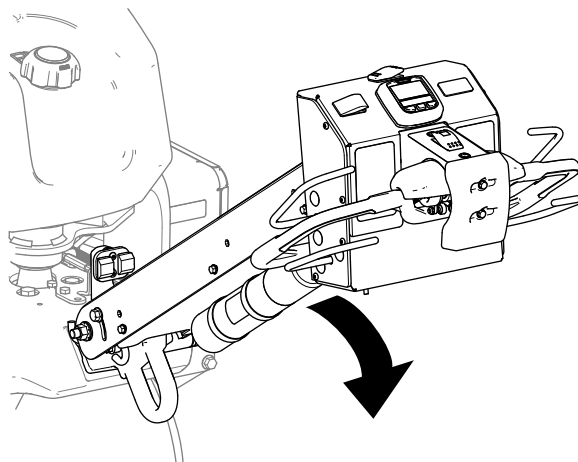

Figura 30
- Coborâți bara de ghidare (Figura 30).